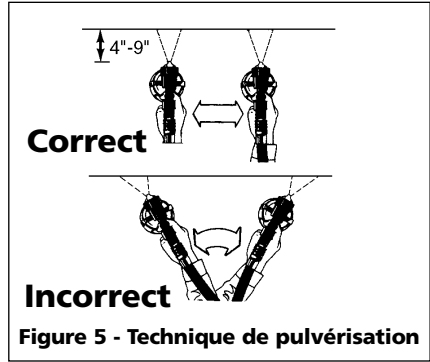

Figure 5 - Technique de pulvérisation
3. En pulvérisant, tenir le pistolet de pulvérisation parallèle à la surface peinte (voir la figure 5).